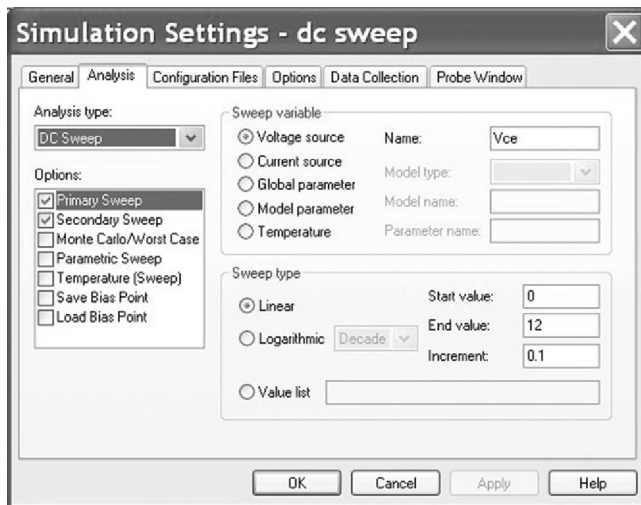

图 3.23 直流主扫描设置
5. 通过选择菜单 **PSpice > New Simulation Profile** 创建仿真设置文件，在设置对话框中选择分析类型 **Analysis type** 为 **DC Sweep** 直流扫描分析。**Primary Sweep** 默认为主扫描，扫描变量 **Sweep variable** 为电压源  $V_{CE}$ ，扫描方式为 **Linear** 线性方式，初始值为 0V，结束值为 12V，步长为 0.1V（见图 3.23）。然后单击 **Apply** 应用按钮对仿真设置进行确定，但是不要退出仿真设置。